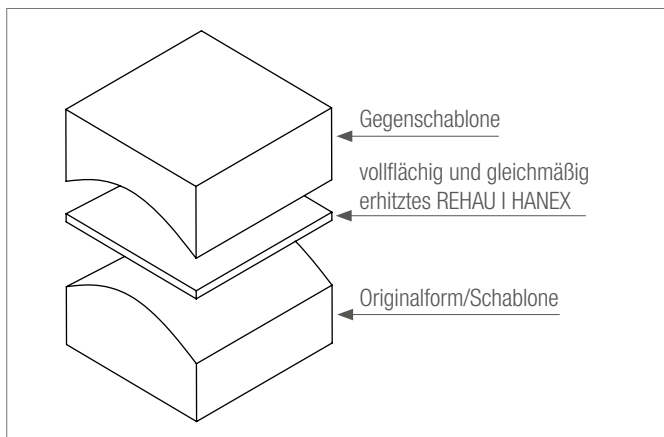
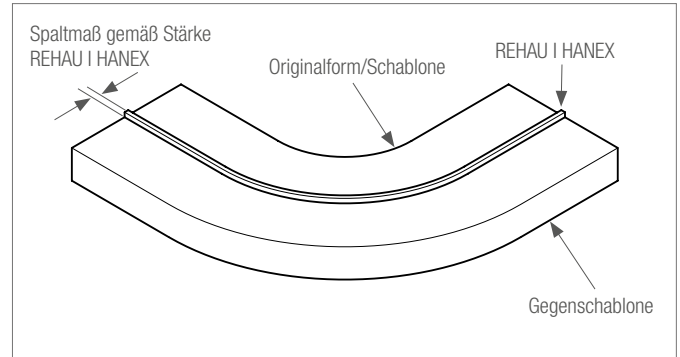

Abb. 7-1 Heizgerät und Platte
Abb. 7-2 Thermoformen
- Die REHAU I HANEX Streifen oder Platten müssen gleichmäßig über die gesamte Materialstärke und das gesamte Format erwärmt werden (Abb. 7-1 und Abb. 7-2)
Zum Verformen werden generell eine Positiv- und eine Negativschablone benötigt (Original-Bauteil und Gegenstück). Zwischen den Schablonen ist ein Spaltmaß zu berücksichtigen, das der Plattenstärke des zu verformenden REHAU I HANEX Materials entspricht (Abb. 7-1 und Abb. 7-2).